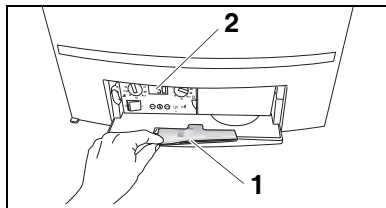

Fig. 4 Gebruikersinstructie
Het primaire doel van deze gebruikersinstructie is het verschaffen van informatie aan de gebruiker over het bedienen van het cv-toestel. Deze gebruikersinstructie is in de schuiflade van het cv-toestel gevoegd (zie fig. 4 op pag. 15).
De BC10 bevindt zich achter de klep aan de linker kant (fig. 4, **pos. 2**).
Aan de achterzijde van de klep bevindt zich een vakje met de gebruikersinstructie van het cv-toestel (fig. 4, **pos. 1**).